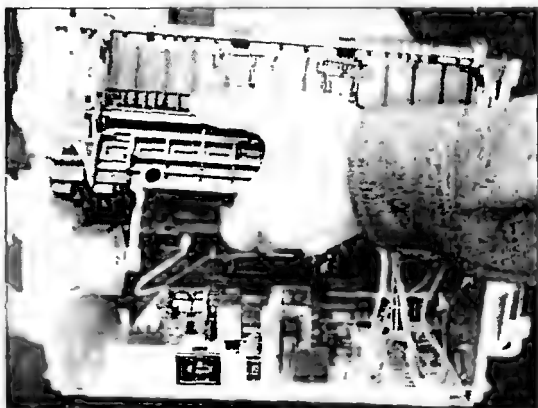

Рис. 6.8
- Удерживая левой одной рукой фьюзер, другой слегка отгибают правую боковину шасси принтера, освободив посадочное место узла. Аналогичные действия выполняют с левой стороны и после этого снимают фьюзер (рис. 6.8).